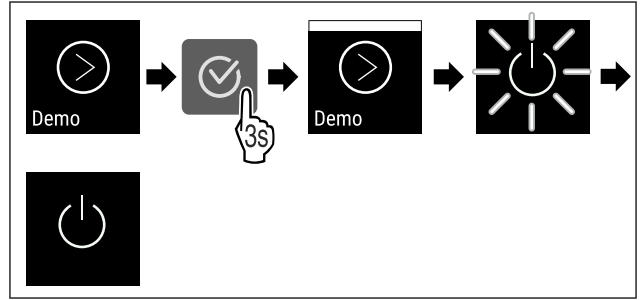

Fig. 110
- ▶ Handlungsschritte (siehe Fig. 110) durchführen.